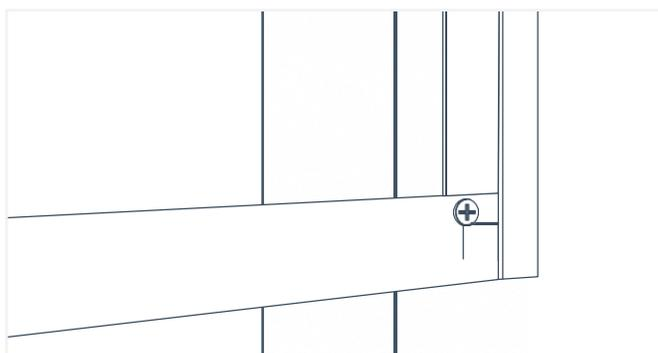

Fig. 28
7. En commençant à un coin inférieur de la zone d'installation, placez la moulure en J verticale (3/4 po) de façon à ce qu'elle chevauche la moulure en J horizontale (1/2 po) à l'endroit où les deux pièces se rejoignent, comme illustré ci-dessous (Fig. 28). Le résultat est un coin esthétiquement plaisant qui permet de fixer les deux moulures en J sur le même montant. Fixez une vis à travers les deux moulures à l'endroit où elles se chevauchent jusque dans le montant. Répétez ce processus pour l'autre coin inférieur de la zone d'installation.